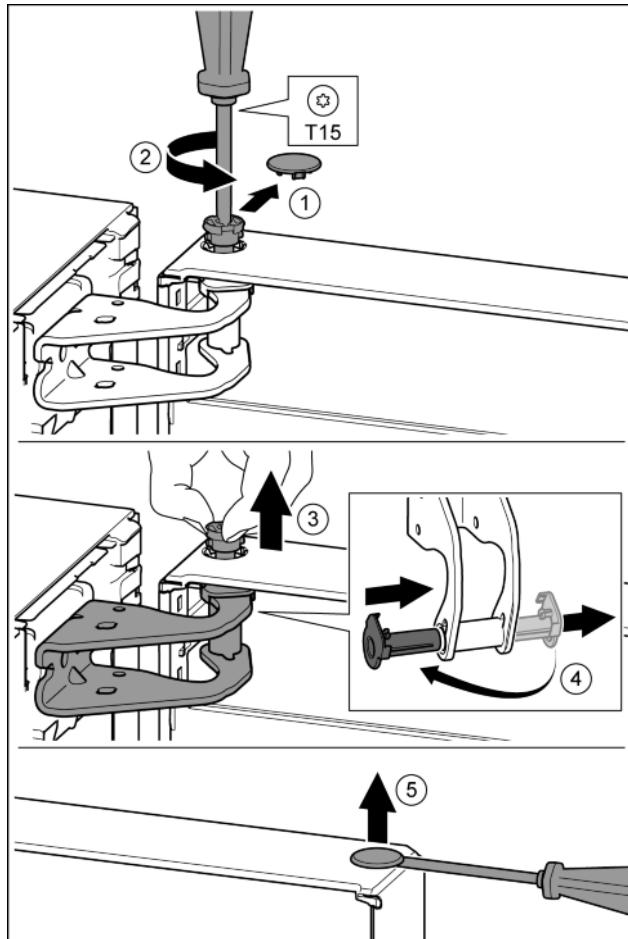

Fig. 13
- ▶ Oprezno skinite sigurnosni pokrov. Fig. 13 (1)
- ▶ Odvijačem T15 malo odvijte svornjak. Fig. 13 (2)
- ▶ Čvrsto držite vrata i prstima izvucite svornjak. Fig. 13 (3)
- ▶ Izvucite čahuru ležaja iz vodilice. Umetnute s druge strane i pustite da uskoči. Fig. 13 (4)
- ▶ Odvijačem s ravnom glavom oprezno podignite čep iz čahure ležaja vrata i izvucite ga. Fig. 13 (5)